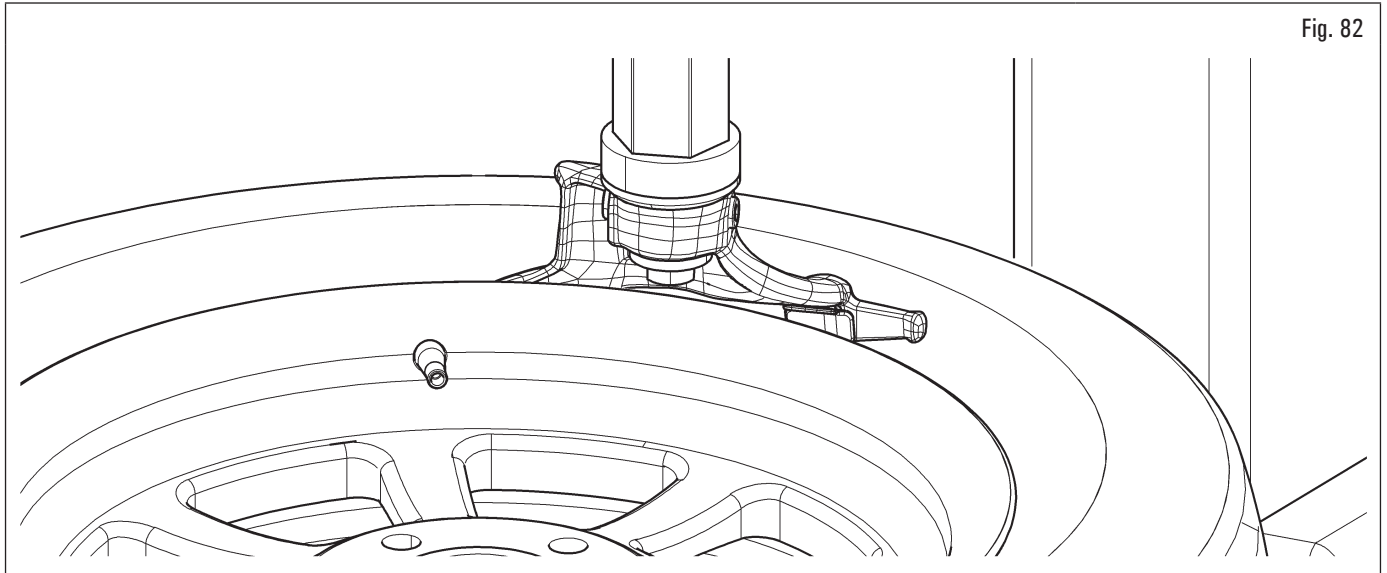

Fig. 82
2. ruotare l'autocentrante per portare la valvola immediatamente a sinistra della testa utensile a "ore 11" (Fig. 82);